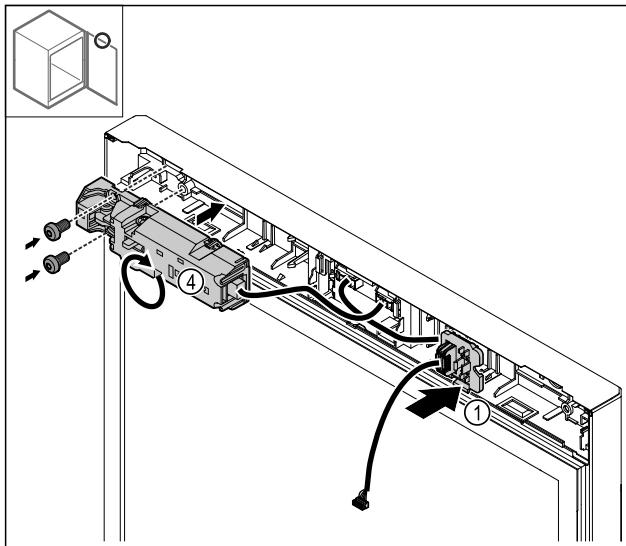

Fig. 29
- ▶ Encajar el soporte de la clavija Fig. 29 (1) en el lado opuesto.
- ▶ Girar la cerradura eléctrica Fig. 29 (4) 180° y fijar en el lado opuesto.